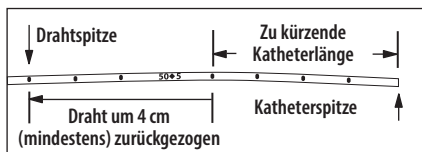

Abbildung 2
8. Den Platzierungsdraht/Versteifungsmandrin durch das Septum zurückziehen, bis er mindestens 4 cm hinter der vorgesehenen Schnittstelle des Katheters liegt (siehe Abbildung 2).